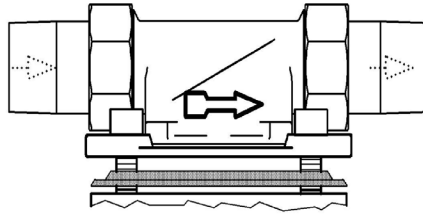

Figure 12. Bride rotative à encastrer
- sens d'écoulement (cf. Figure 12)